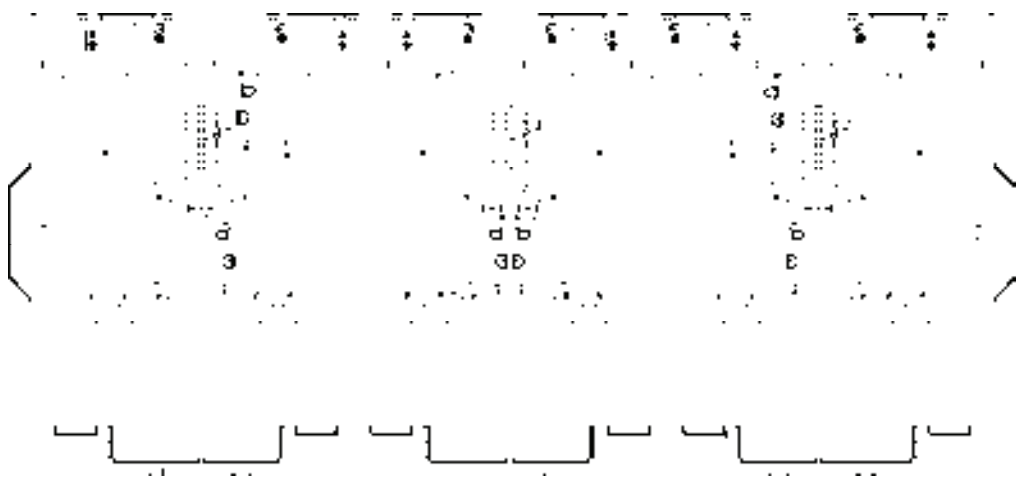

图 14-70 绘制结果
15) 绘制一层平面图洁具图形的结果如图 14-70 所示。